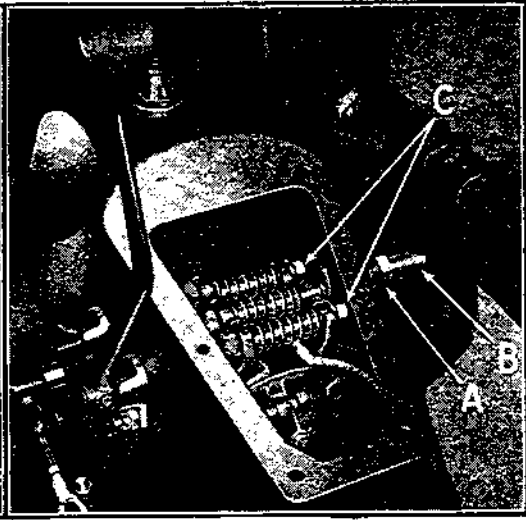

Fig. 132
**203** — Démontez la trappe du couvercle de transmission (voir B, fig. 299) et desserrer les colliers de transmission en desserrant le contre-écrou de la vis de réglage de petite vitesse (voir A, fig. 132), la vis de réglage B et les écrous de réglage C.